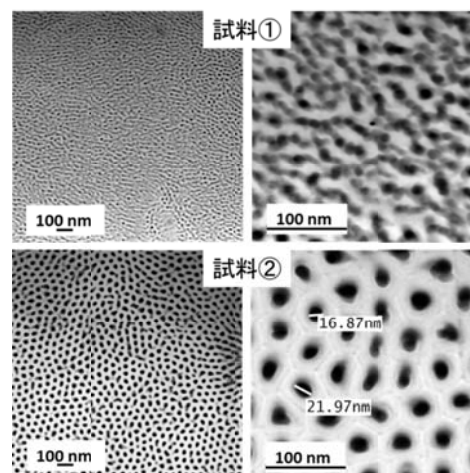

図 3 皮膜横断面の暗視野 STEM 像
次に、アノード酸化皮膜の横断面について観察を行いました (**図 3**)。試料②は、試料①と比較すると、一部崩れている箇所もありますが、規則的に孔が配列されていることが分かりました。また、倍率を上げて観察を行うと、試料②は、多角形状のセル構造をとり、孔径が 20nm 程度であることが確認できました。試料①は、試料②の孔径より小さく、孔が不規則に形成されていることが確認できました。